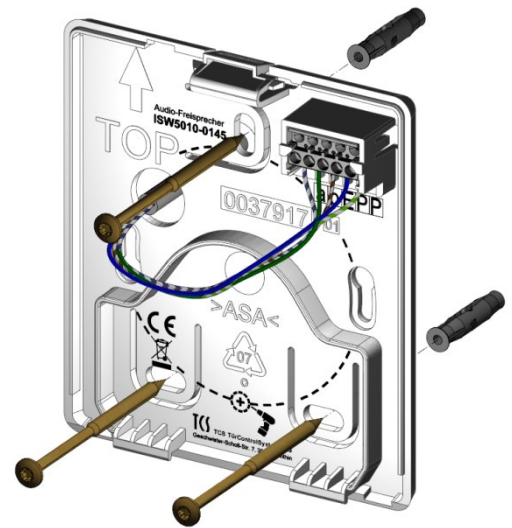

Abb. 2: Montageschale auf Wand montieren
- ▶ Befestigen Sie die Montageschale mit geeigneten Schrauben an der Wand (Abb. 2).